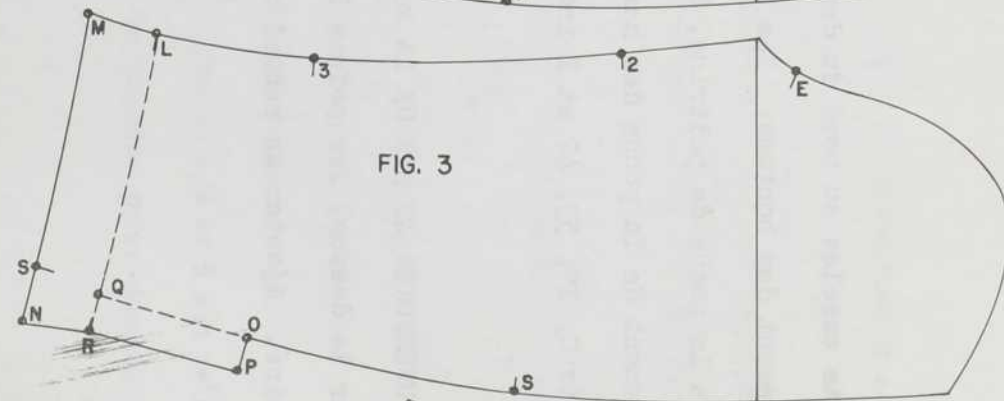

FIG. 3
- E. Cran du devant de la tête de manche, correspondant au cran 19 sur le tour du bras du veston (fig. 3).
Sur le dessus, les points L et Q représentent le bas de manche tel que dessiné. Ajouter un rebord de $2''$ aux points M et S vers le bas (fig. 3 et 4).